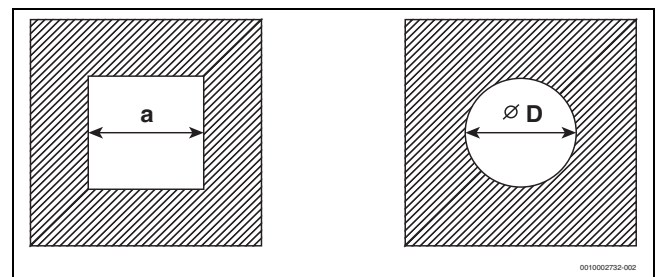

Рис. 5 Прямоугольное и круглое поперечное сечение
- ▶ Проверьте, соблюдаются ли допустимые размеры шахты для конкретного случая применения. Если размеры  $a_{\min}$  или  $D_{\min}$  **меньше нижних предельных**, то монтаж **не разрешается** (→рис. 5, таб. 7 и 8).